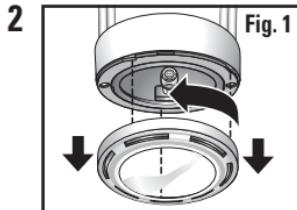

Fig. 1
- 1  **Fig. 1** Usted puede pasar el cable de voltaje de línea (120 V) a lo largo de la superficie inferior del gabinete (**Fig. 1**). **NO** intente ocultar el cable de línea de 120 V dentro de los gabinetes.
- 1  **Fig. 1** Una vez que las cabezas de luz estén montadas en la superficie del gabinete, sujeté juntos los conectores con una pinza, de la manera que se muestra en la ilustración (**Fig. 1**). Para retirar el conector, presione la lengüeta y el mecanismo de cierre se desenganchará del receptáculo del conector. Para encaminar los cables y el cable de alimentación, recomendamos seguir las esquinas y los bordes interiores para lograr el aspecto más nítido, y para mantener los cables fuera del paso de otros objetos. **NOTA:** Se pueden conectar juntas hasta 50 cabezas de luz en un tomacorriente.
- 1  Escoja un lugar conveniente y fácil de alcanzar en el cable de línea para instalar el interruptor del cable de línea. Marque la ubicación en el lado liso del cable. Afloje y saque el tornillo que mantiene unido el cuerpo del interruptor y, una vez que haya sacado el tornillo, separe las dos mitades del cuerpo (Fig. 1). Asegúrese de no perder el tornillo ni la tuerca pequeña.
- 1 Si la cubierta está instalada, deslícela hasta retirarla del enchufe eléctrico, de la manera que se muestra en la ilustración (Fig. 1). Usted puede recortar el cable de alimentación de 120 V con la longitud adecuada para reducir el exceso de cable hasta el tomacorriente.
Retire el lente de vidrio girando ligeramente el anillo exterior en sentido contrario al de las agujas del reloj (**Fig. 1**). Cuando se haya abierto el cierre del lente, el lente de vidrio y el anillo le caerán en la mano. ¡Tenga cuidado de no dejar caer el lente, ya que se puede romper!